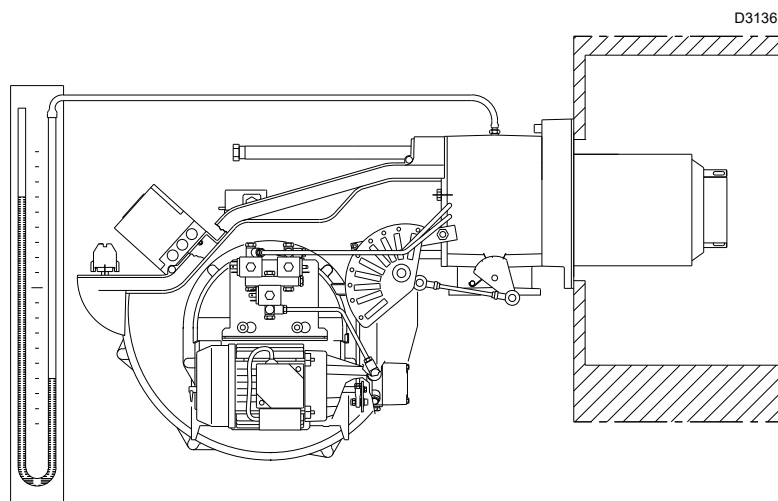

Fig. 33
- Monter un manomètre en U ou un manomètre de type différentiel (Fig. 33), avec prise (+) sur la pression du gaz du manchon et (-) dans la chambre de combustion.
L'arrivée de gaz au manchon est mise en évidence sur le manomètre en U (Fig. 33).
À titre d'orientation, on peut le trouver dans le Tab. K à la page 27, il suffit de lire la pression du gaz sur le manomètre en U, voir Fig. 33 à la page 32, et suivre les indications.